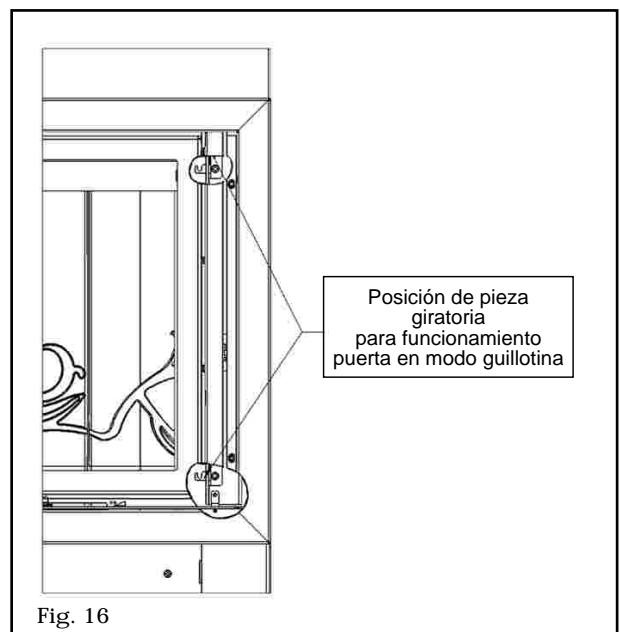

Fig. 16
1. Guillotina: es de apertura vertical y es el sistema que habitualmente se utilizará para abrir y cerrar la puerta del hogar. Al abrir la puerta, la podemos posicionar a la altura que queramos sin que caiga. Basta con empujarla suavemente desde su tirador y posicionarla donde queramos. Para cerrar la puerta, ejercer una ligera presión hacia abajo en el momento en que esté en su posición más baja. (Ver fig. 16)